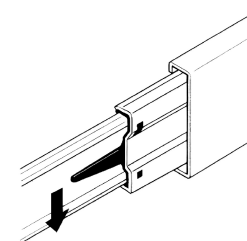
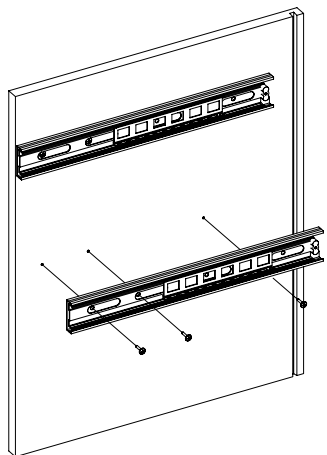

Рис.3
Рис.4
3. Отсоедините от основания телескопических направляющих внутренние планки, отогнув пластиковый рычажок фиксатора (Рис. 3). Основания телескопических направляющих закрепите на деталях 7, 8 винтами М5х8 (Рис. 4). !!! Приложите телескопическую часть отверстиями к отверстиям на боковине так, чтобы они были отцентрованы относительно друг друга. Вкрутите винты М5х8 с помощью шуруповерта, приложив немного усилий. **Внимание:** винт М5х8 должен заходить с натягом для максимально плотной фиксации телескопических направляющих.